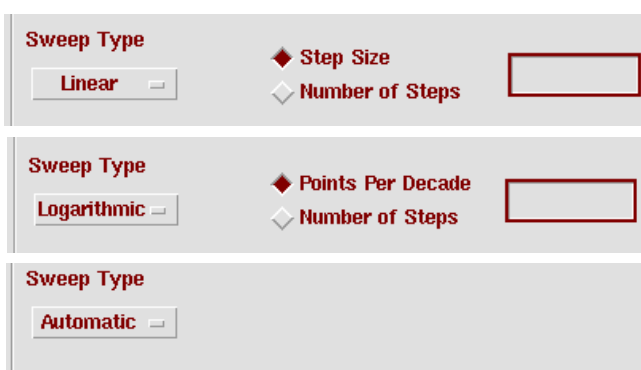
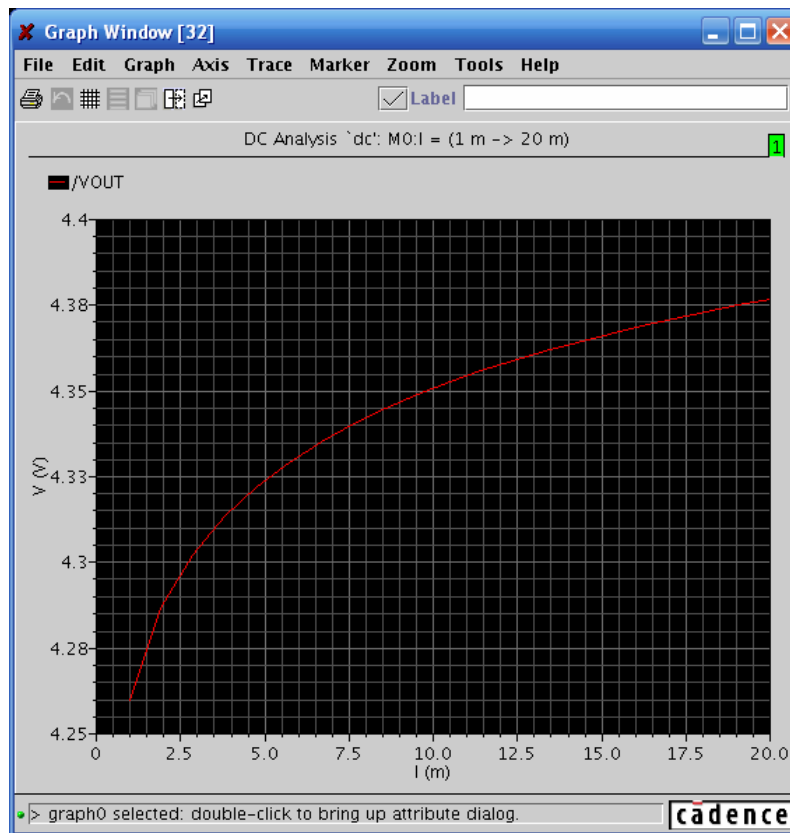

图 3.3 “Temperature”扫描类型的设定
图 3.9 M0 管的栅长从 $1\mu\text{m}$ 到 $20\mu\text{m}$ 变化时，输出电压的变化
- **“Sweep Type”**: 指定扫描方式。步进可以是线性的（Linear），也可以以对数方式（Logarithmic）步进。如果采用“Linear”模式，用户需要通过步进大小（Step Size）或是步进点数（Number of Steps）来控制仿真精度和仿真时间。而如果采用“Logarithmic”模式，仿真器默认的是以 10 为底的对数。用户也需要通过每个数量级所需步进数（Points Per Decade）或总步进数（Number of Steps）来控制仿真精度和时间。当用户对输出模式没有特殊要求时，可以采用系统默认设置（Automatic）。系统默认的设置是在当终值与初值比小于 10 时，采用线性模式输出。而在该比例大于 10 时，采用对数模式输出。三种模式的设置窗口见图 3.3。
器件参数扫描和设计变量扫描相类似。点击“Component Parameter” → “Select Component”后弹出原理图窗口。用户可以选择 MOS 管、激励源、地线等各种器件作为仿真对象。如果点击图 3.3 中的 NMOS 管 M0，会弹出该器件的参数表。图中的引号部分是对相应参数的解释。可以对该 MOS 的栅长变化作参数扫描。图 3.9 仿真表示 M0 管的栅长从 1μ 到 20μ 变化时，输出电压变化情况。